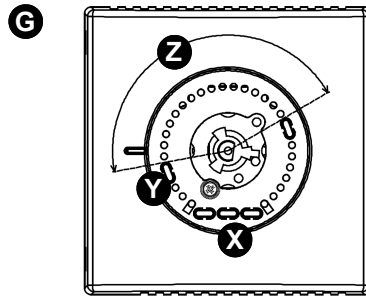

Fig. 11 / Abb. 11 / Рис. 11. / Sl. 11
2. Prelevare i cavalieri meccanici (X) parcheggiati a lato della sede manopola e posizionarli (Y) come nell'esempio di Fig. 11.
2. Pick up the plastic pins (X) parked at one side of the knob area and set them (Y) as in the example of Fig. 11.
2. Retirer les cavaliers mécaniques (X) et les positionner (Y) comme dans l'exemple de la Fig. 11.
2. Die Reiter aus Kunststoff (X) herausnehmen, die sich auf der Seite des Drehgriffsitzes befinden und sie laut Beispiel Fig. 11 anordnen (Y).
2. Extraer los interruptores de correa mecánicos (X) ubicados al lado del asiento del mando y posicionarlos (Y) como en el ejemplo de la Fig. 11.
2. Retirar os pinos (X) e posicioná-los (Y) como no exemplo da Fig. 11.
2. Вынуть механические ограничители (X), установленные сбоку гнезда ручки и установить их (Y) как указано на рис. 11.